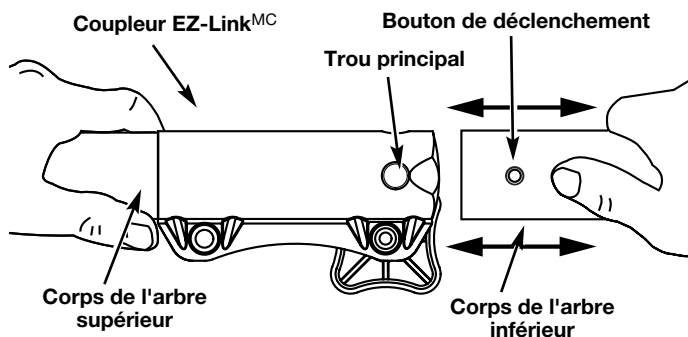

Fig. 23
2. Tenez fermement l'accessoire et enfoncez-le tout droit dans le coupleur EZ-LinkMC (Fig. 23).